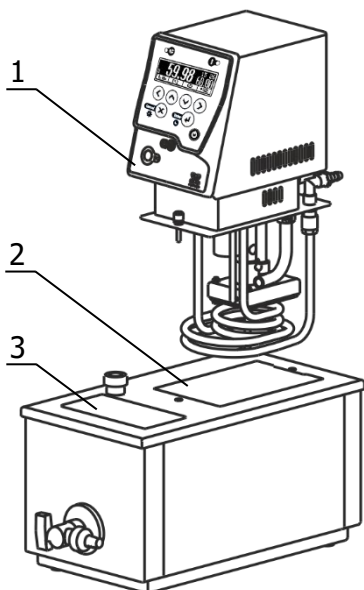

Рисунок 2 — Установка блока регулирования
2.2.3 Погрузить блок регулирования температуры 1 в отверстие 2 (рисунок 2) и закрепить его винтовыми фиксаторами на крышке термостата.